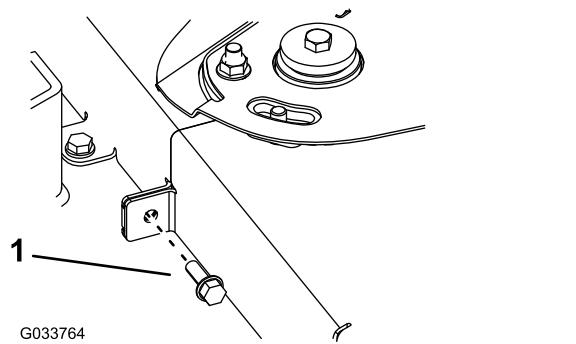

Рисунок 70
6. Отверните болт, который соединяет 2 кожуха ремня (Рисунок 70).
11. Установите болт для соединения 2 кожухов ремня (Рисунок 70).